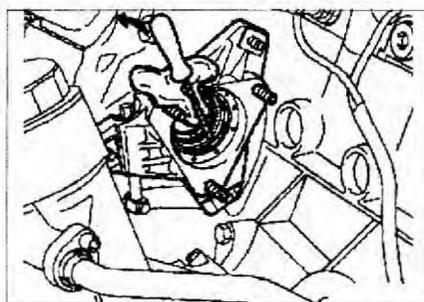

Рис. 2.77. Используя отвертку, извлеките сальник промежуточного фланца наружу.
- используя отвертку, извлеките сальник промежуточного фланца наружу (рис. 2.77);